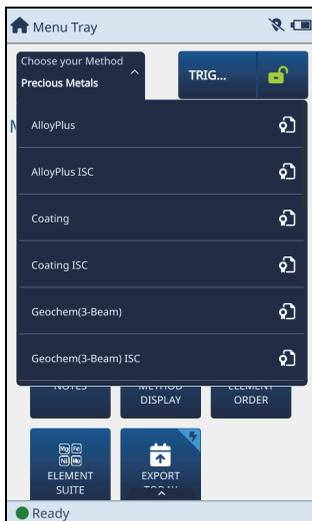

图 2-1 选择方式屏幕
2. 在**Select Method**（选择方式）屏幕中，选择一种方式（参见第24页的图 2-1）。